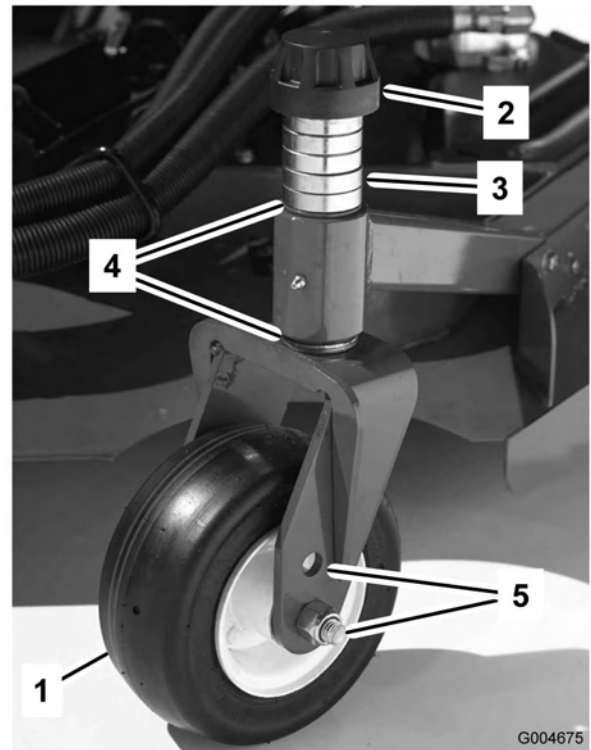
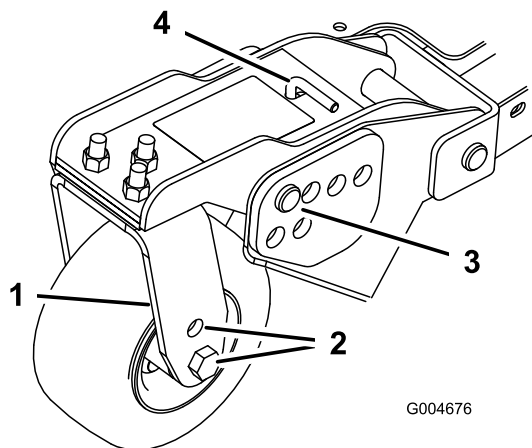
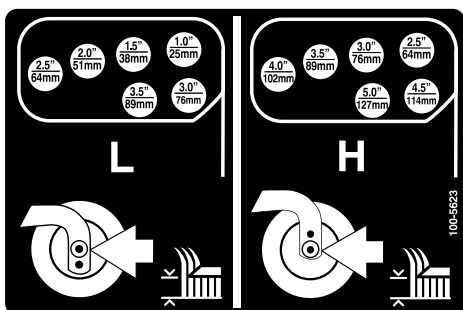

Figura 18
Figura 20
Figura 21
1. Posizionate gli assali delle ruote orientabili negli stessi fori di tutte le forcelle (Figura 18 e Figura 20). Vedere lo schema seguente per stabilire il foro corretto per la regolazione.
2. Togliete il cappuccio di tensione dall'asse del perno (Figura 18) ed estraete il perno dal braccio della ruota orientabile. Montate i due spessori (3 mm) sull'asse dei perni, come erano montati in origine. Questi spessori servono per ottenere un livellamento sull'intera larghezza degli apparati di taglio. Mettete il numero opportuno di distanziali da 13 mm sull'asse del perno, fino ad ottenere l'altezza
4. Togliete la coppiglia ed i perni con testa dai bracci di rotazione delle ruote orientabili (Figura 20).
5. Girate il tenditore per alzare o abbassare il braccio di rotazione finché i fori non sono allineati con i fori della staffa dell'altezza di taglio selezionati, nel telaio dell'apparato di taglio (Figura 20 e Figura 21).